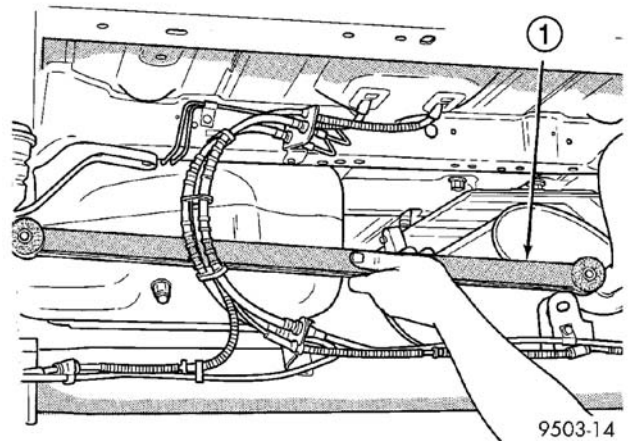
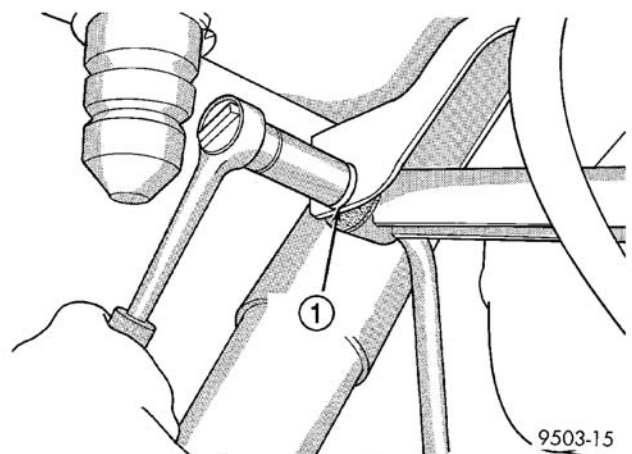

图 42 推力杆的安装（典型）
图 43 推力杆螺栓的安装
(1) 将稳定杆安装到后桥上（图 42）。
(2) 安装衬套固定件螺栓。此时不要紧固。
(3) 安装连接连杆至稳定杆的螺栓。此时不要紧固。
(4) 降下车辆，使整车重量落在四个轮胎上。在车辆处于整备高度的情况，紧固下列螺栓至所列出的扭矩：
(1) 先将推力杆安装到车身上的推力杆座中（图42）。安装推力杆螺栓，螺栓头要朝向车辆的后部（图43）。不要拧紧。